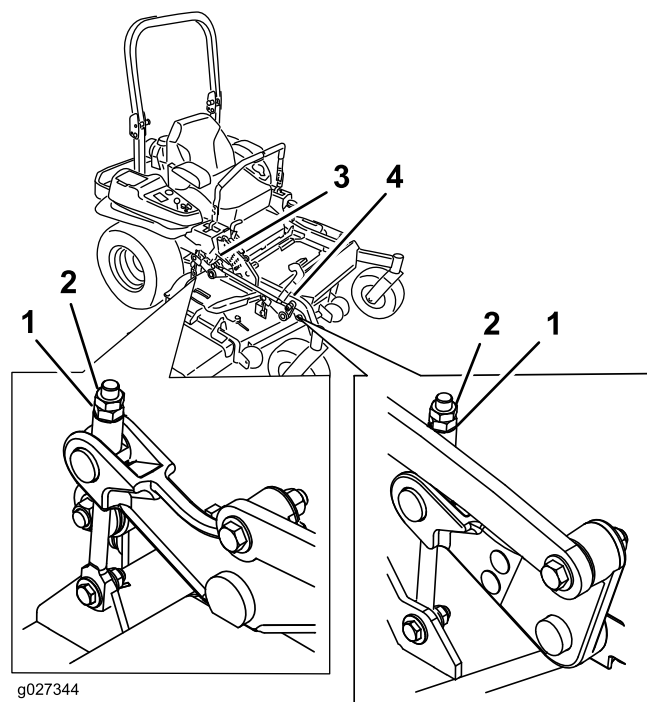

Figura 90
10. Gire la tuerca de ajuste del conjunto de elevación de la carcasa delantera para modificar la altura (Figura 90).
16. Gire el tornillo de ajuste hasta obtener una altura de 8.3 cm (3-1/4") (Figura 90).